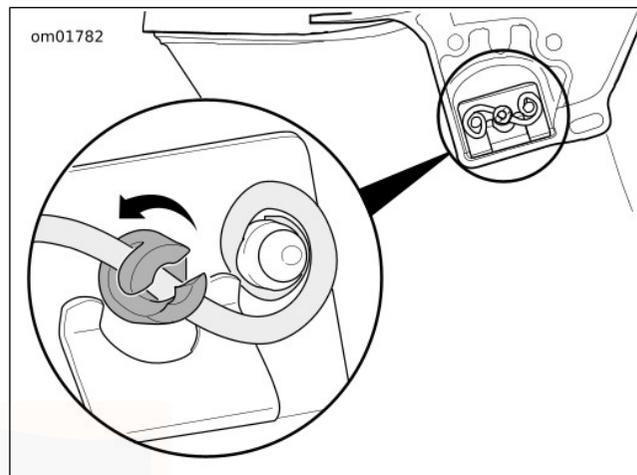

Figure 42. Pose des goujons de montage (vue en coupe)
3. Voir Figure 42. Enfoncer les goujons de montage et tourner d'un quart de tour dans le sens horaire pour enclencher le loquet en fil métallique.